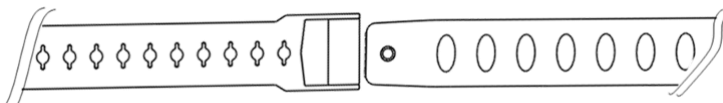

Fig. 3
2. Ajustez la profondeur du bandeau en plaçant la tige dans les différents trous sur la sangle supérieure. Cette opération détermine la hauteur du casque sur votre tête (fig. 3).